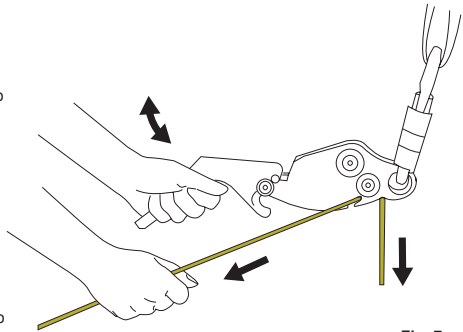

Fig. 7
8. A velocidade de descida é regulada mantendo uma mão no punho e a outra segurando a corda por baixo do dispositivo. Comece com a corda num ângulo fora da abertura. Com o descensor invertido, a descida começa puxando o manípulo para cima fig. 7 e pára quando desloca o manípulo para baixo ou solta-o. Aumente ou diminua a fricção movendo a linha para a parte estreita da ranhura, como mostrado na fig. 3B. É importante manter sempre uma mão na corda por baixo do dispositivo para ter um maior controlo da descida.